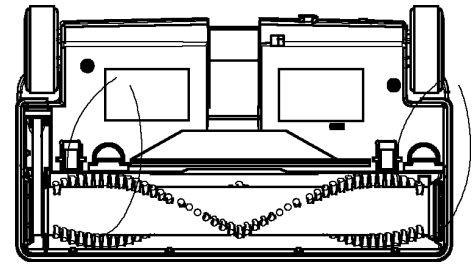

Figure 8
2. Insérez une ficelle autour du rouleau-brosseur, près de la courroie dentée. Tirez les deux extrémités de la ficelle vers le haut jusqu'à ce que le rouleau-brosseur se désengage de la base (comme montré à la figure 8). Répétez la procédure pour désengager l'autre côté.